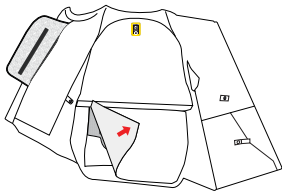

Figure 11
1. Accédez à l'ouverture dans la partie intérieure de la veste en ouvrant la fermeture éclair et les bandes auto-agrippantes (figure 11).